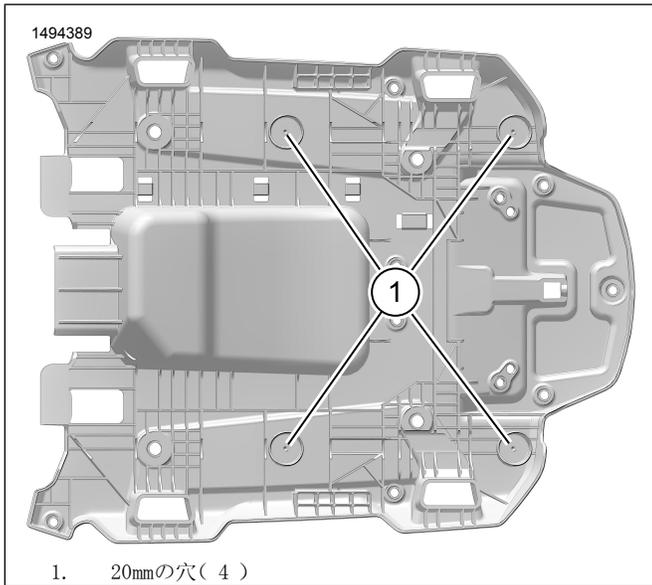

図5. ハンドホールドベース穴
6. 図5を参照してください。ドリルで、クリアランス穴(1)を開けます。